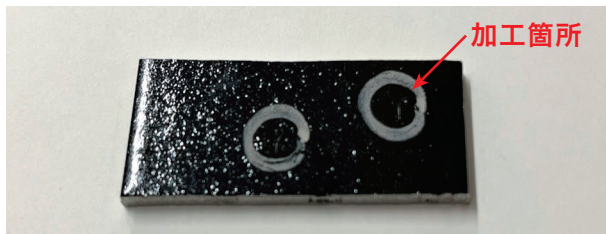
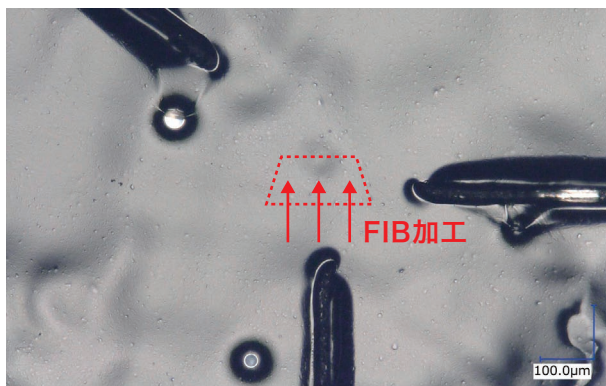

図11 (事例2) 試料外観
図12 (事例2) DMS観察画像
- (1)目視およびDMSによる表面観察で塗膜にワキを確認(図11)
- (2)試料に対してイオンビームが垂直に照射されるようにステージの角度を調整
- (3)ワキ発生箇所をFIB加工枠を設置(図12)